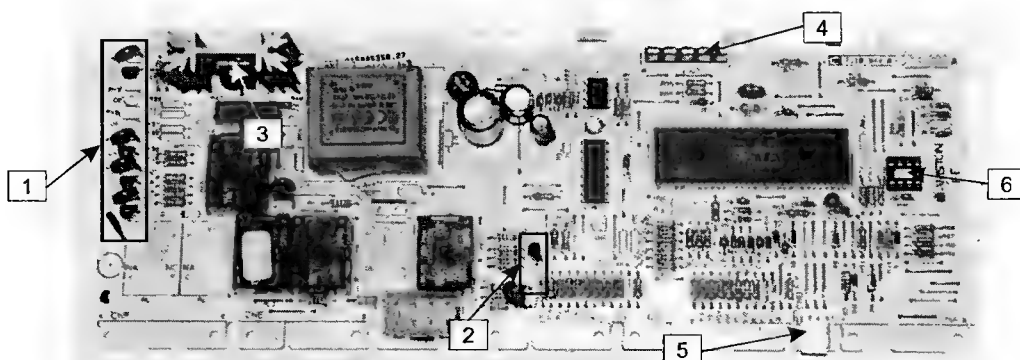

Рис. 3.2.2. Внешний вид модуля ARISTON FE
- маломощные симисторы клапанов залива воды и замка дверцы (1 на рис. 3.2.2), управляются с выв. 25, 26, 28—30 процессора;
- маломощный симистор мотора коммандоаппарата (2 на рис. 3.2.2), управляется с выв. 31 процессора;
- симистор Q9 приводного мотора (3 на рис. 3.2.2), управляется ШИМ сигналом с выв. 45 процессора через транзисторный ключ в составе сборки ULN2003;